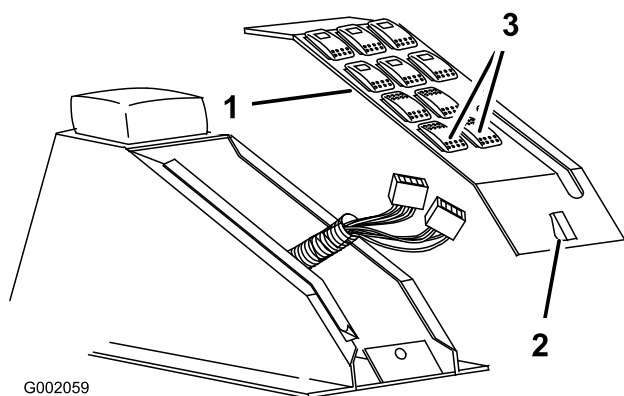

Figura 26
2. Liberare il fermo e rimuovete il gruppo pannello degli interruttori dal gruppo consolle centrale (Figura 26).